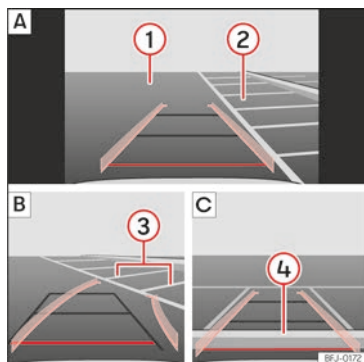

Abb. 169 Anzeige auf dem Bildschirm des Infotainment-Systems: Einparken mit dem Rückfahrassistenten.
Legende zur »» (Abb. 169):
- Bringen Sie das Fahrzeug vor die Parklücke **»» (Abb. 169) 2 A**.